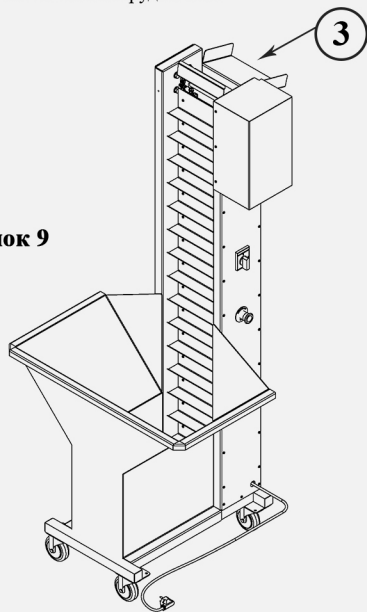

Рисунок 9
Примечание : АВТОМАТИЧЕСКАЯ ТЕЛЕЖКА-ПОДАЧА АПЕЛЬСИНОВ ДЛЯ СОКОВЫЖИМАЛОК "BUNKER" специально разработана как дополнительное оборудование для повышения эффективности работы Автоматических Соковыжималок. Единственная деталь, которую вам требуется прикрепить к оборудованию это лопатка для подачи плодов (3), отверстия для крепления этой детали находятся на верхней части оборудования. (Рисунок 9)
✓ Открутите болты находящийся на лопатке и соедините эту деталь на верхнюю часть вашего оборудования. (Рисунок 9)